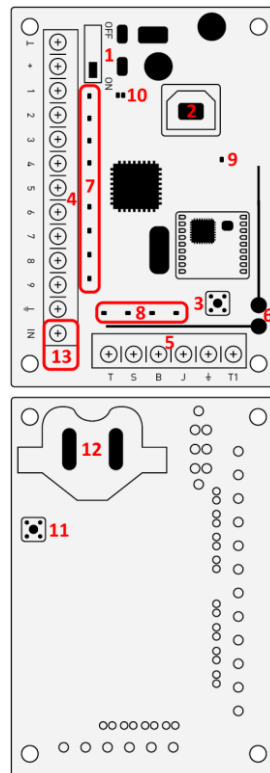

РИС. 1. Приемник беспроводных датчиков osBridge
4.1. Подключите приемник беспроводных датчиков osBridge к компьютеру при помощи USB кабеля (тип A-B) используя разъем «2» (РИС.1). Включите приемник кнопкой «1» (РИС. 1). Если подключение осуществляется в первый раз, подождите пока система закончит процедуру опознавания нового устройства и установку драйверов. Возможно, понадобится самостоятельно установить программу uscdriver_v1.3.1. Существуют отдельные версии этой программы для x86 и x64 платформ Windows! Для работы конфигуратора на ПК должен быть установлен .NET Framework 4! После установки нужных драйверов запустите прилагаемую программу «Конфигуратор MRR-102». Подробности о работе программы «Конфигуратор MRR-102» приведены в п. 5 этой инструкции.
Описание индикации информационных светодиодов «10» (РИС. 1):